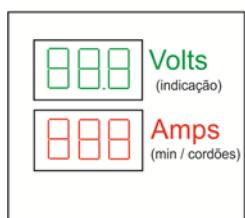

Figura1
- Ao se iniciar a soldagem, o instrumento indicará o valor de corrente e de tensão instantânea ( Figura1).